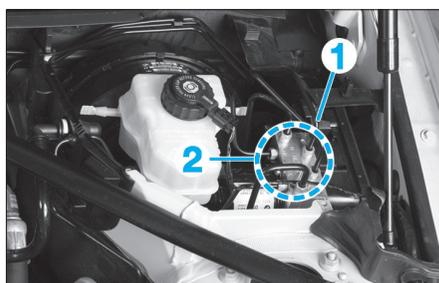

Fig. 37
- Débrancher le connecteur (1) (Fig.37).
- Desserrer les conduites de frein (2).